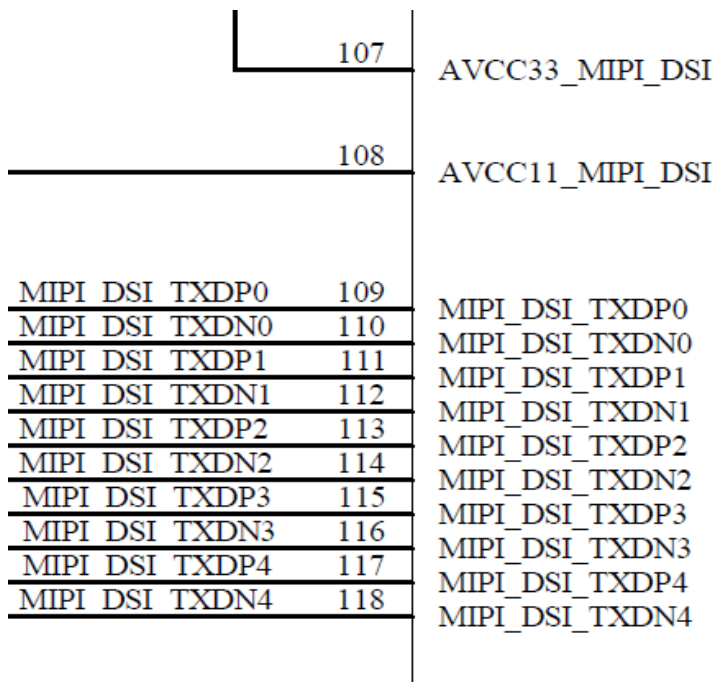

图 2-19 MIPI 显示屏接口示意图
- 1) 数据线和时钟线可以根据实际情况定义，平台默认使用 MIPI\_DSI\_TXDP2/MIPI\_DSI\_TXDN2 作为 MIPI 的时钟线，如图 2-19 所示。